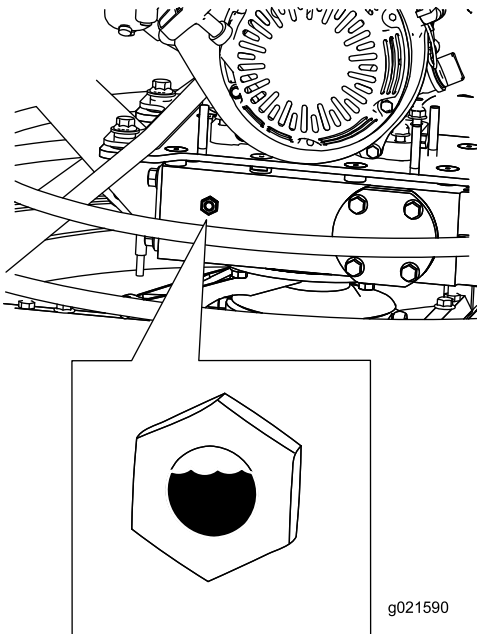

Figura 10
3. Inspeccione la mirilla del tapón de la caja de engranajes (Figura 10). El aceite debe llenar las 3/4 partes de la mirilla.